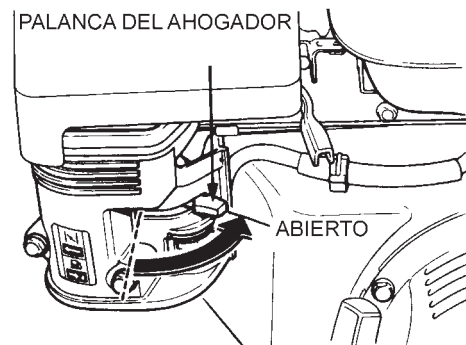

Figura 21. Palanca del ahogador (posición abierto)
5. Si opera la SP2 en **clima frío**, omita este paso y continúe con el número 6. Coloque la **palanca del ahogador** (Figura 21) en la posición **ABIERTO**. Omita el paso 7.